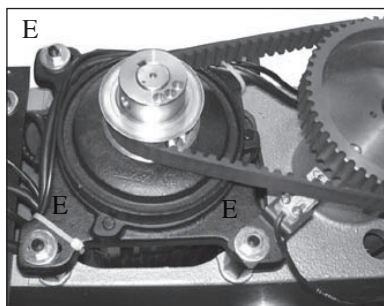

Fig. 12
7. Spænd de 4 skruer (E, fig. 12) til motoren.